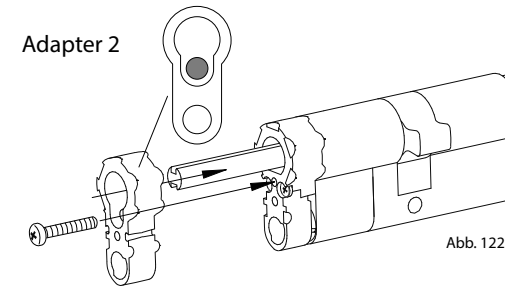

Abb. 122
- 54 - 59 mm = Adapter 1 und 2 benötigt (Abb. 122)